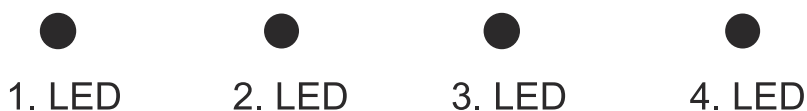

Fig. 25: LED indikatorer på emhætte
⇒ Når emhætten er tændt vil der kunne ses på LED indikatorerne (Fig. 25) at de blinker konstant i forbindelse med hinanden
2. ➤ For at nulstille skal den være i slukket position (motor og lys slukket), men dog stadig med LED indikatorerne (Fig. 25) som blinker i rækkefølge
3. ➤ LED indikatorerne (Fig. 25) skulle gerne være slukket. Tryk nu på "tænd" knappen på fjernbetjeningen og hold denne inde i 3 sek indtil et "bip" høres.
- ⇒ LED indikatorerne på emhætten vil begynde at blinke konstant i 2 grupper (emhætten spørger om lov til at forbinde med silverconnect) (Fig. 25)
- ⇒ Nu skulle emhætten blinke i grupper nogle få sekunder mere og derefter skifte over til kun at lyse på 4. LED indikator (Fig. 25).
Når auto-tilstand er aktiv vil det kunne ses på 4. LED indikator (Fig. 25) som konstant vil lyse, når emhætten ikke er i drift. Denne slukkes hvis "auto-tilstand" bliver slået fra manuelt eller automatisk.